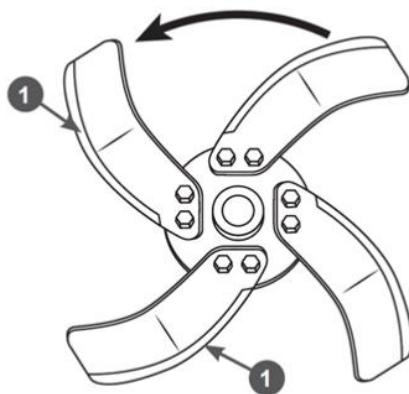

Рис. 3 Правильная установка фрез (вид слева)
*Фрезы должны быть установлены так, чтобы лезвия поз. 1 ножей врезались в землю при движении мотокультиватора вперед (Рис. 3).*